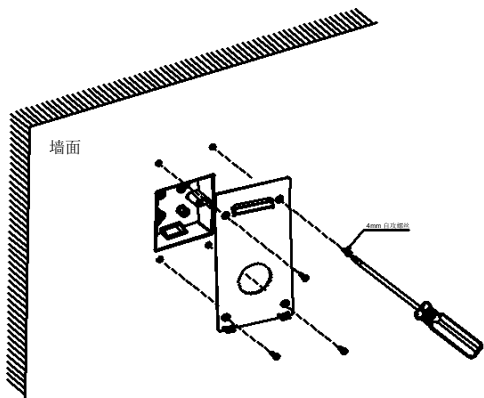

图 4-1
1、用螺丝刀和 4 mm 自攻螺丝将安装板锁紧至与墙面贴平, 如图 4-1 所示, 安装后效果如图 4-2 所示